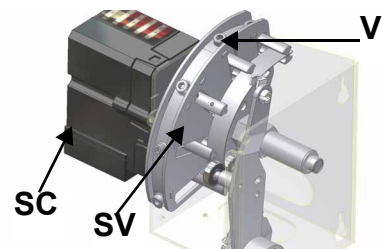

Fig. 32
- 11 sempre in **alta fiamma** e con il servocomando in posizione a 90°, individuare la vite **V** del settore variabile **SV** (vedi Fig. 32), corrispondente ai cuscinetti che scorrono sulla lamina, relativi alla posizione del servocomando